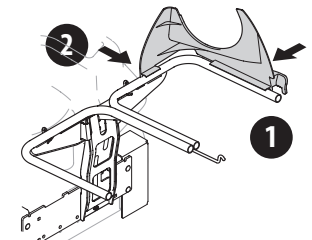

Figure 6
1. Enclenchez le support en plastique de la goulotte supérieure sur la partie latérale de la barre du support du sac à herbe (1) de la Figure 6.
2. Enclenchez la face avant du support de la goulotte sur la barre (2), comme indiqué dans la Figure 6.